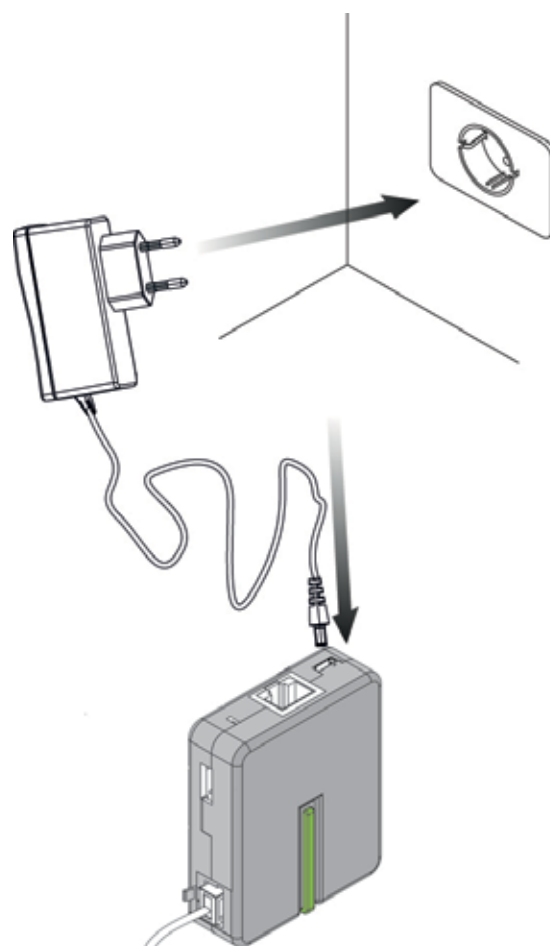

fig. 4.3
- Brancher l'alimentation dans une prise électrique (fig. 4.3).